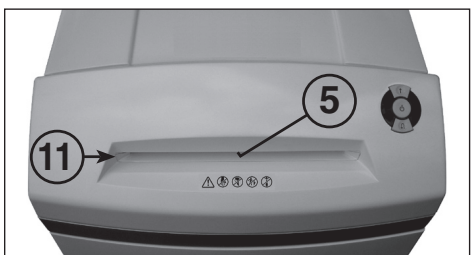

fig. 3
- 5 = **Barrière lumineuse (marche avant) (fig. 3)**